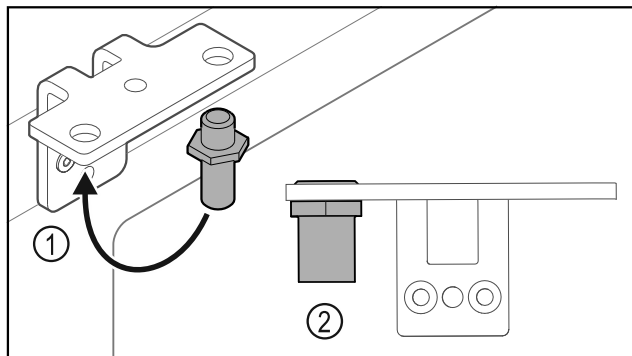

Fig. 25
- Perkelkite kaištį Fig. 25 (1) šarnyriniame kampuočiuje.
- Priveržkite kaištį Fig. 25 (2) **12 Nm** sukimo momentu.